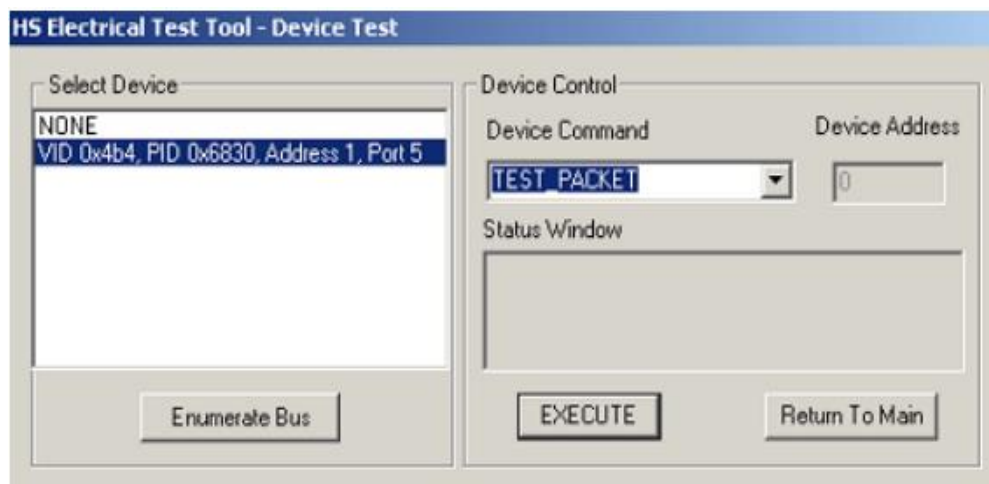
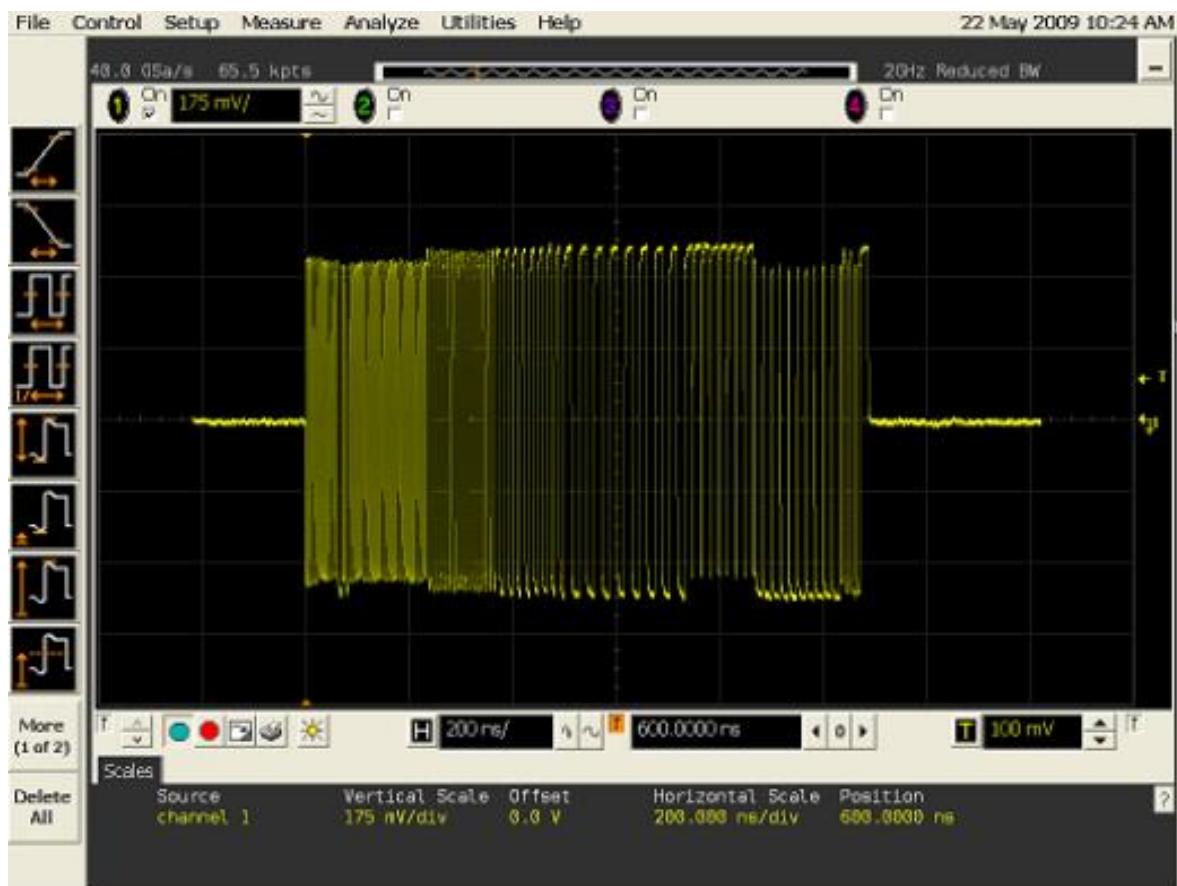

图 2-2 选择测试设备和测试命令
图 2-3 测试波形
3. 选择要测试的设备和测试命令 “TEST PACKET”, 然后点击 “EXECUTE” 按钮。如图 2-2 所示, 执行完上述操作后, 就设置 USB 控制器进入 Test Mode, 并连续发送测试包。测试波形如图 2-3 所示。